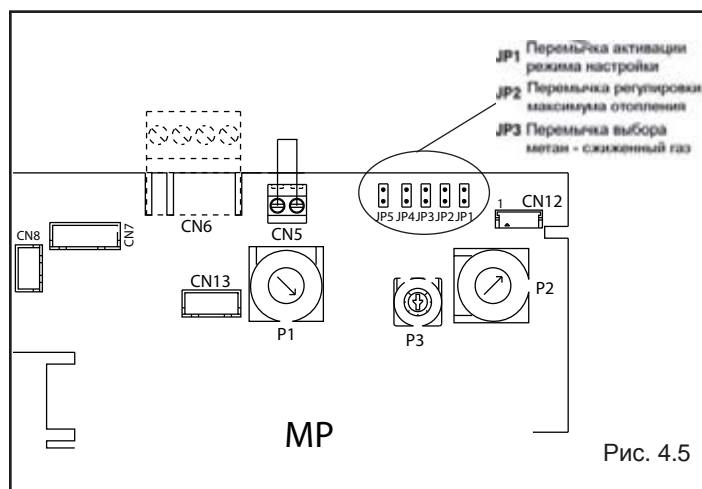

Рис. 4.5
- Установите перемычку JP1 (рис. 4.5), при этом ручки, расположенные на панели управления, начнут выполнять функции регулирования минимума и максимума для режима отопления;
- Установите перемычку JP2 (рис. 4.5)
- На плате управления (рис. 4.5):